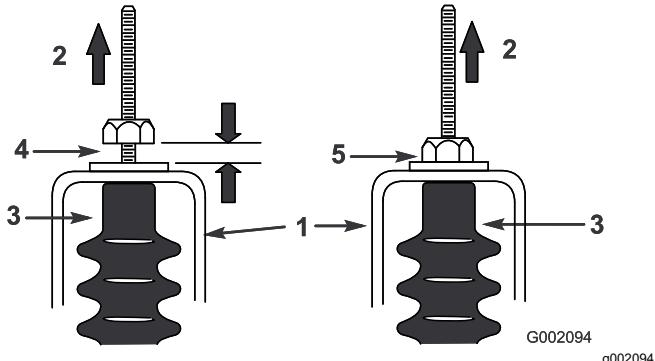

Figura 46
- Tire hacia arriba de cada cable de cambio y asegúrese de que hay una distancia de 0.76 mm – 1.52 mm (0.03" – 0.06") entre la tuerca/arandela y la pletina de punto muerto (Figura 46).